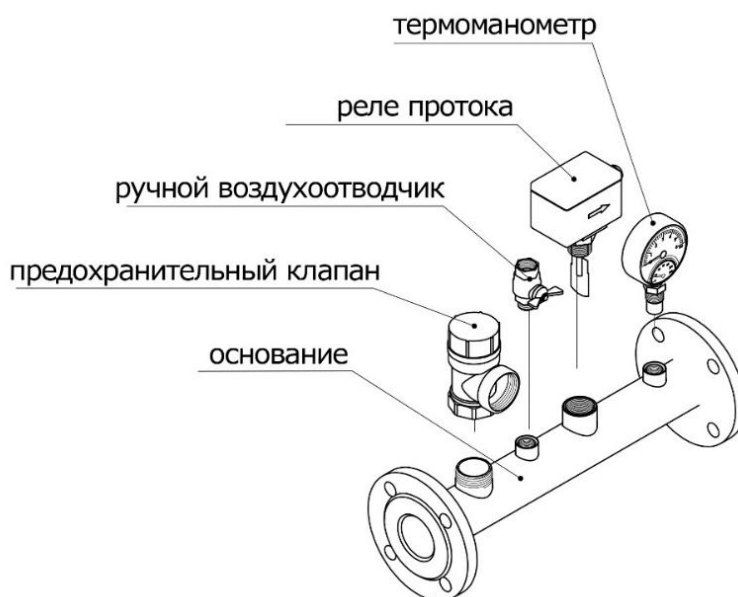

Рис. 4
6.6. Реле протока монтируется на основании группы безопасности (см. рис. 4) так, чтобы направление потока совпадало с направлением стрелки на корпусе. Перед монтажом на рычаг реле протока необходимо установить подходящий по размеру лепесток из комплекта поставки. Лепесток реле протока при перемещении не должен касаться стенок трубы и при этом быть максимально возможным по размеру (допускается корректировать размер лепестка, отрезая ножницами лишние участки лепестка).
6.9. Ручной воздухоотводчик (см. рис. 4) предназначен для выпуска воздуха при заполнении системы отопления и подачи воздуха в систему отопления при сливе теплоносителя.